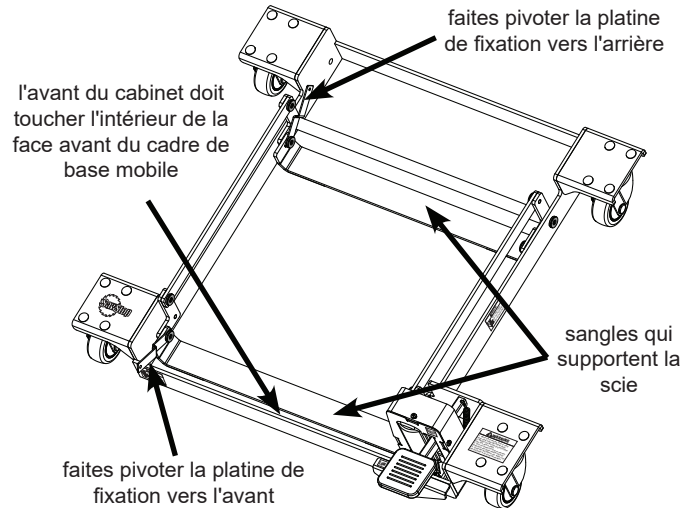

Fig. 8
8. La base mobile est maintenant prête pour votre scie de cabinet professionnelle, mais avant de placer la scie sur la base mobile, il est important de faire pivoter le support de retenue arrière autant que possible et de faire pivoter la platine de fixation arrière autant que possible (voir fig. 8). Pour placer la scie en toute sécurité dans la base mobile, il faut au moins quatre personnes pour soulever la scie du sol, puis l'abaisser sur la base mobile. Demandez à une personne de soulever chaque coin du plateau de la table en fonte d'acier. Si votre scie est équipée d'une table à rallonge, placez les deux personnes du côté droit de la scie sur les rails de prolongation situés près du coin extérieur de la rallonge en fonte d'acier, et **non** à l'extrémité de la table à rallonge. Si une cinquième personne est disponible, il peut être plus facile de demander à quatre personnes de soulever la scie et à la cinquième personne de glisser la base sous la scie.
Assurez-vous que la base mobile est centrée sous la scie à table et que la pédale est à l'avant. La scie doit reposer sur les sangles de support avant et arrière qui s'étendent sur l'intérieur de la base mobile, et l'avant du cabinet doit toucher l'intérieur de la face avant du cadre de la base mobile (voir fig. 8).